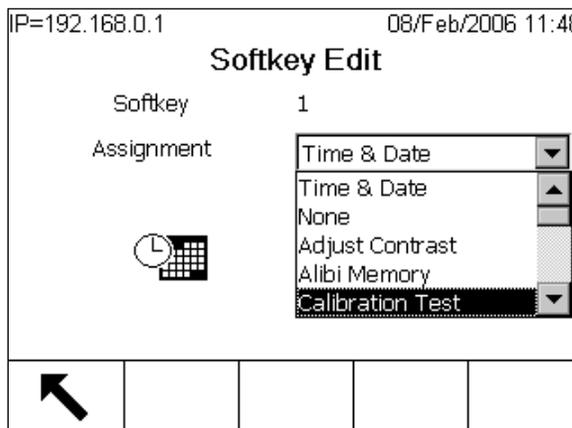

Figure E-4: Écran Modifier touche programmable
-  **Modifier** Permet d'ouvrir l'écran de modification des touches programmables (voir la Figure E-4) pour modifier l'attribution des touches programmables sélectionnées.
2. Appuyez sur la touche programmable MODIFIER . L'écran Modifier les touches programmables (Figure E-4) s'affiche. Le numéro de la position de touche programmable sélectionnée pour la modification s'affiche à l'écran avec l'affectation courante.